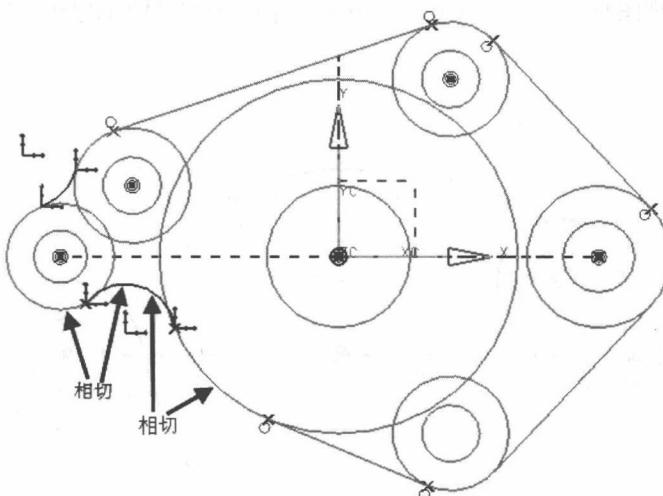

图 1-41 添加相切约束
(14) 添加几何约束。在【草图工具】工具条中选择  (约束) 按钮，如图 1-41 所示在草图中分别选择圆弧与圆，草图左上角出现【约束】浮动工具条，在其中选择 ，约束其